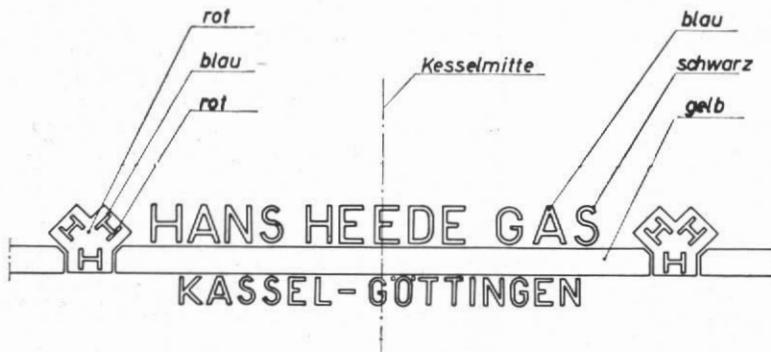

Abb. 12. Beschriftungsmuster mit Farbangabe in 1/1 H0-Größe.
- Blau:** Schriftzug auf dem Behälter (s. Abb. 12)
Da die Druckgaskesselwagen als Privatwagen laufen, werden die großen Kesselflächen zur Firmenreklame herangezogen. Für den 100-m3-Kwg wähle ich eine Aufschrift der Firma Flüssiggas-Großbetrieb Hans Heede, Kassel-Göttingen, die mir infolge ihrer Buntheit besonders gefiel. Die Art und Fargebung geht aus der Farbtabelle Abb. 12 und der Anschriftenzeichnung hervor.